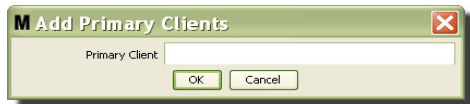

图 80
- 在图 80 中所示的添加主客户端框中，输入正在添加的主客户端名称。单击“确定”关闭屏幕和保存更改。主客户端名称只要是系统中唯一的可随意取名，并在客户端电脑本地配置中设置相同的名称（使用 Matrix 属性文件编辑器，第 164 页，或 Matrix 客户端名称属性）。使用网络主机名称常常比较方便，因为主机名称是唯一的并且通常是易记和输入的名称，但不作为要求。